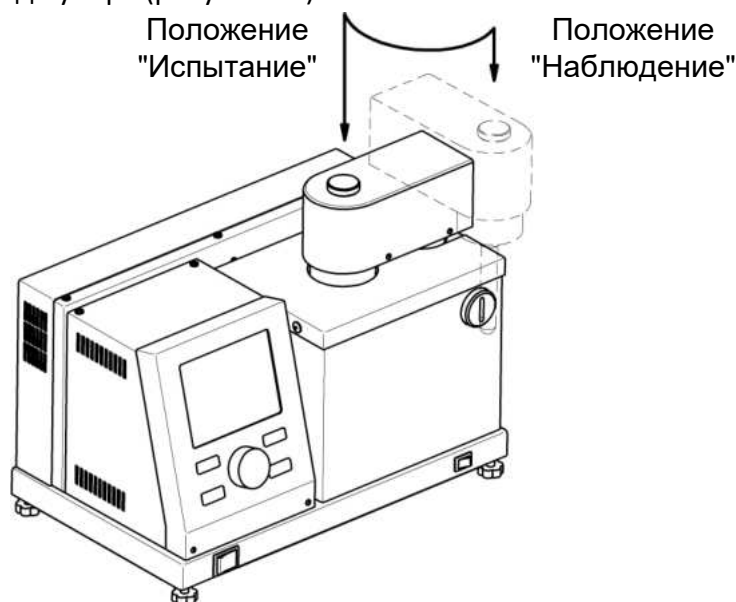

Рисунок 10 – Установка пробирки
- 4.5.1.1 Установить технологический блок в положение **«наблюдение»**, затем подготовленную для испытания пробу залить в чистую пробирку до риски и вкрутить пробирку в технологический блок до упора (рисунок 10).
- 4.5.1.3 Залить в ячейку блока охлаждения примерно 3,5 мл чистого этилового спирта и установить технологический блок в положении **«испытание»** – при этом пробирка помещается в ячейку блока охлаждения (рисунок 10).